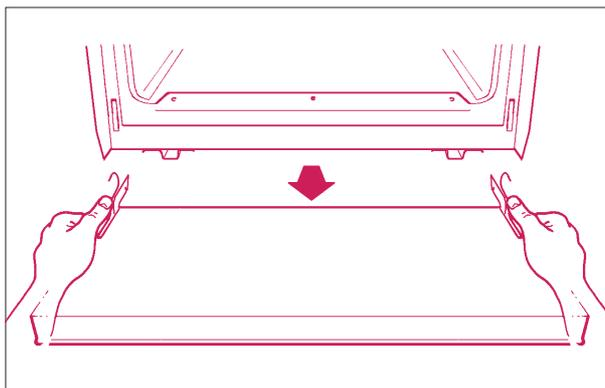

Fig.25
B) Com esta operação, todo o Conjunto Porta da Estufa será liberado e isto facilitará qualquer operação nesta parte do produto (fig.25).